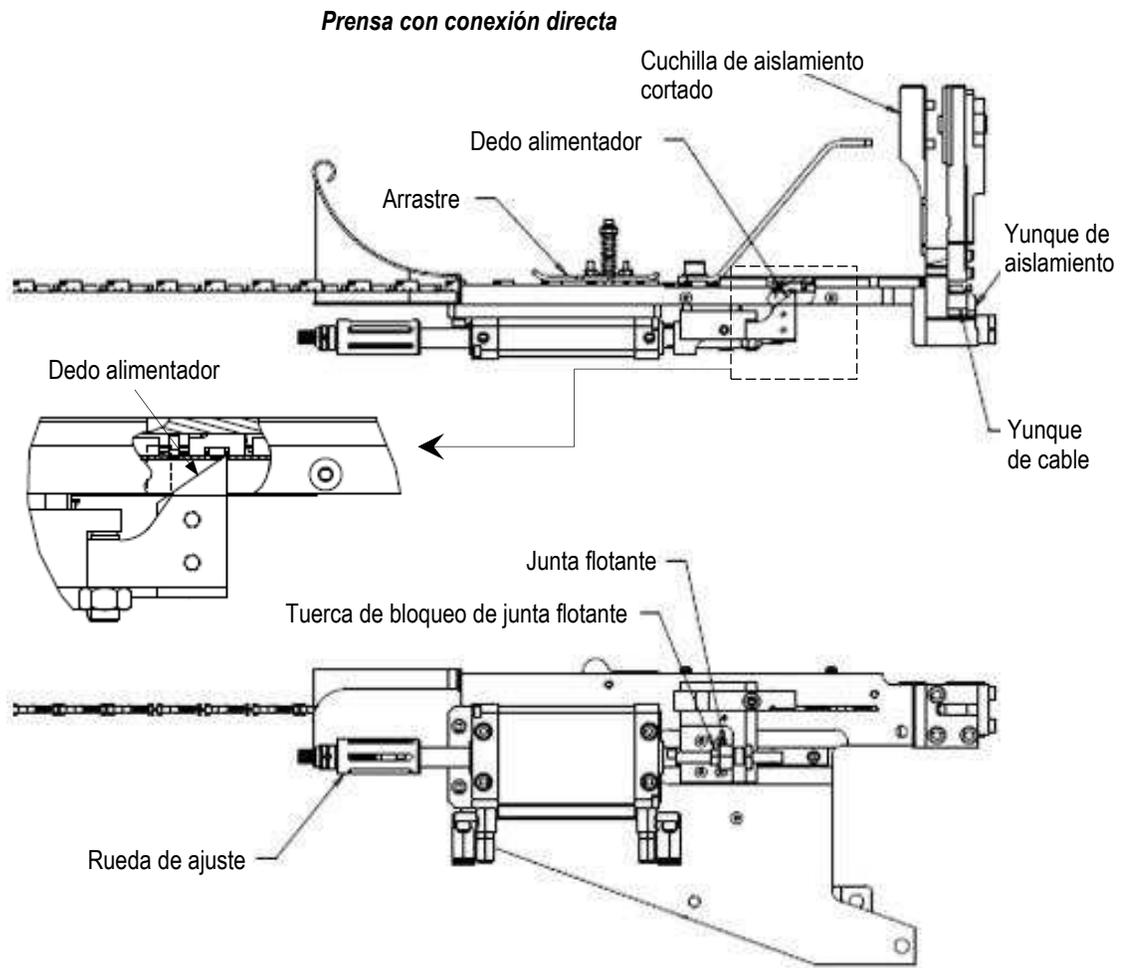

Figura 21
3. Empuje la tira de terminales hacia delante para asegurarse de que los terminales encajen más allá del dedo alimentador y, a continuación, tire de la tira de terminales para asegurarse de que el dedo alimentador encaje firmemente en ésta (consulte la Figura 21).